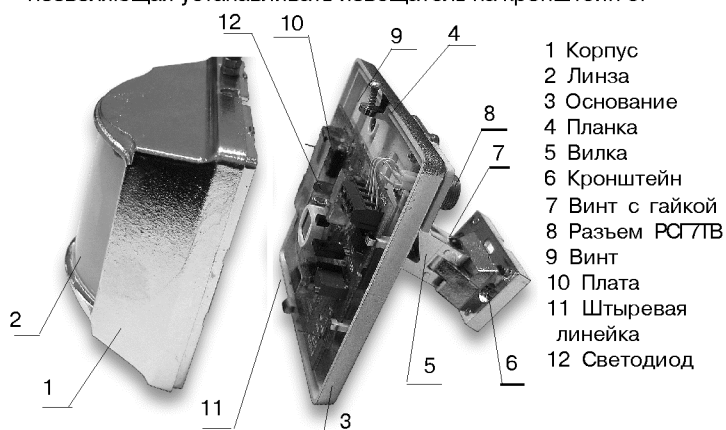

Рисунок 2
9.1 Для маскирования работы извещателя предусмотрен режим отключения индикатора. Для этого необходимо снять перемычку 11 (рис. 2).